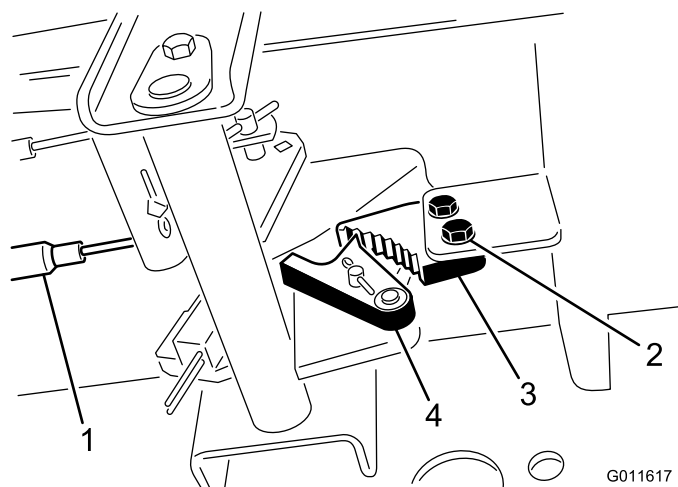

Bild 48
1. Lösen Sie die zwei Schrauben, mit denen die Sperre der Feststellbremse am Rahmen befestigt ist (Bild 48).
2. Drücken Sie das Pedal der Feststellbremse nach vorne, bis der Bremsauslöser ganz an der Bremssperre greift (Bild 48).